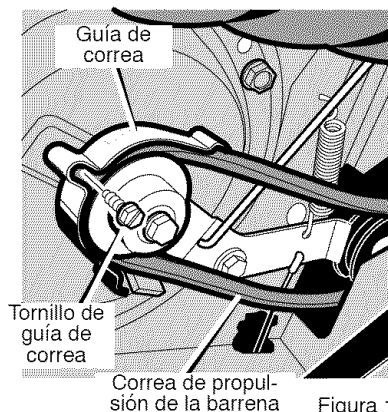

Figura 18
4. Retire el **tornillo de la guía de la correa** y la **guía de la correa** (Vea la Figura 18). Para quitar la **guía de la correa**, gire la **guía de correa** hacia abajo.